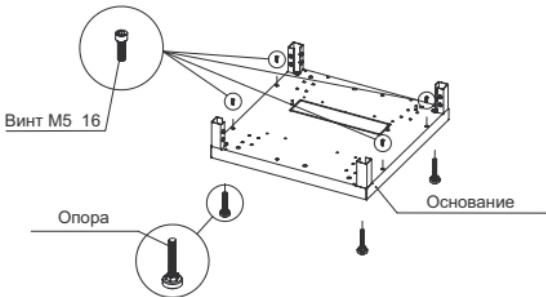

Рисунок 2 – Основание
4.3.1 Извлеките из первого места составные части изделия, паспорт и сборочный комплект. Установите на основание снизу регулируемые опоры и винты M5x16 с цилиндрической головкой сверху (рисунок 2).